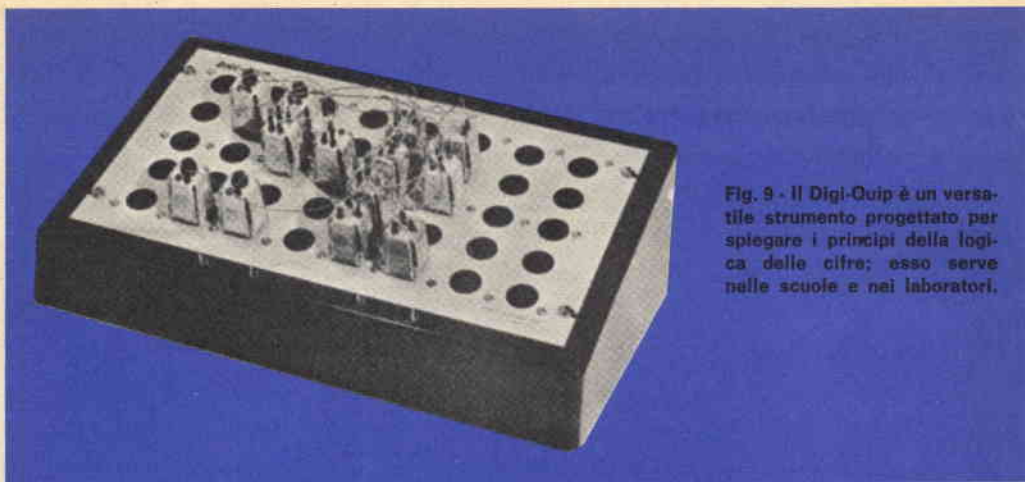

Fig. 9 - Il Digi-Quip è un versatile strumento progettato per spiegare i principi della logica delle cifre; esso serve nelle scuole e nei laboratori.
- Anche se completamente diverso dalle macchine per insegnare considerate prima, lo strumento denominato "Digi-Quip" (*fig. 9*) costituisce un mezzo semplice e versatile da usarsi a scopo di insegnamento; esso è stato progettato dalla Veir Electronics in primo luogo per spiegare i principi della logica delle cifre e si presta ad essere usato sia nelle scuole sia presso laboratori di ricerche allo scopo di insegnare l'aritmetica binaria e le tecniche inerenti al sistema di controllo delle calcolatrici. Attualmente lo strumento viene usato in campo industriale per lo studio delle costruzioni di sistemi di controllo richiedenti soluzioni sulla base della logica delle cifre.